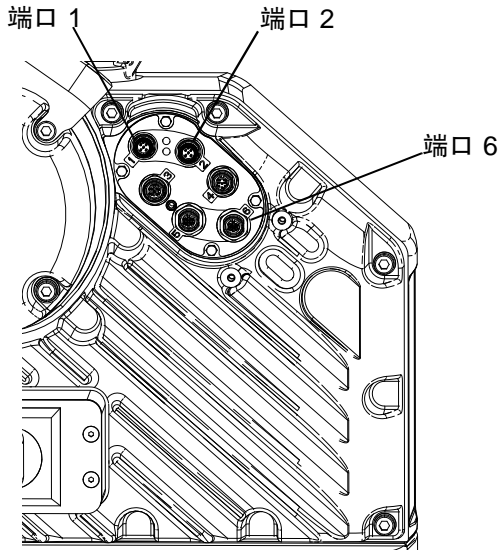

图 23: 驱动器端口位置
6. 使用配件包随附的四个 10-32 安装螺丝，将基座 (S) 安装在钻出的孔中。
7. 使用步骤 5 中取下的两个螺丝 (T) 将 CGM (R) 重新连接到基座 (S) 上。
8. 重新连接检修盖 (U)。
9. 将配件包中的 CAN 电缆连接到驱动器上的端口 1 或端口 2（连接至可用的端口）。参见图 23。